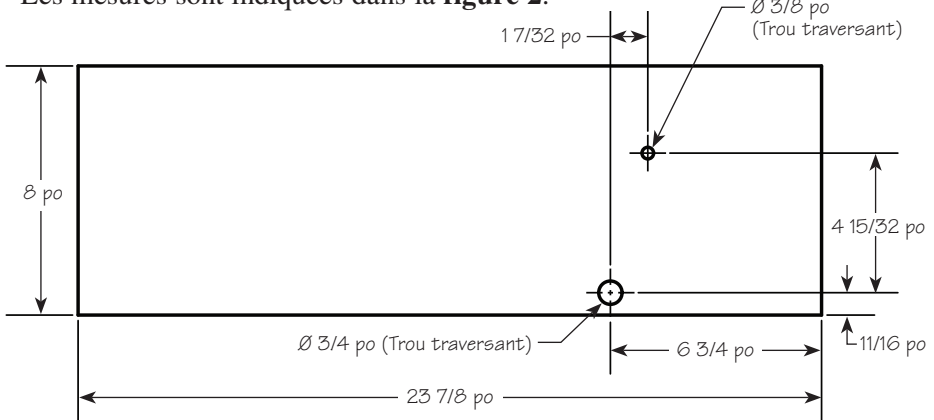

Figure 2 : Mesures pour le perçage du plateau du guide
1. **Le plateau du guide** : Le plateau du guide comporte les trous pour la douille filetée du guide et l'écrou à visser de la plaque à crans de positionnement. Les mesures sont indiquées dans la **figure 2**.